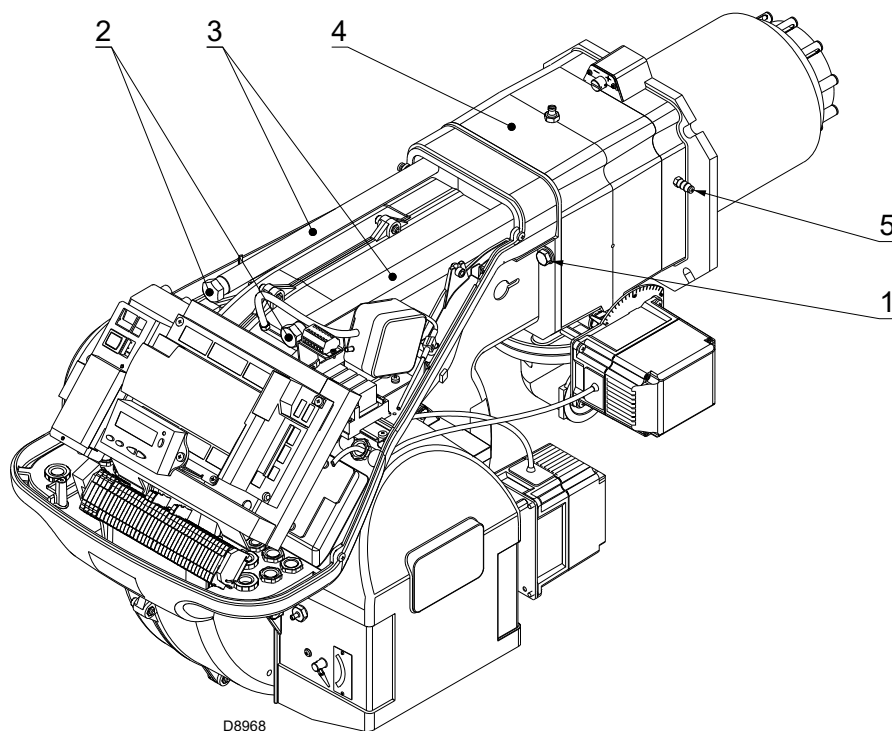

Abb. 20
- das Kabel des Fühlers und der Elektrode einführen sowie den Brenner bis zur in Abb. 20 gezeigten Position schieben;